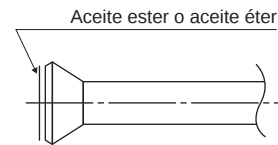

Figura 14
- Cuando conecte la tuerca abocardada, cubra la sección abocardada con aceite ester o aceite éter, rotándola tres o cuatro veces primero antes de enroscarla. (Vea la Figura 14)